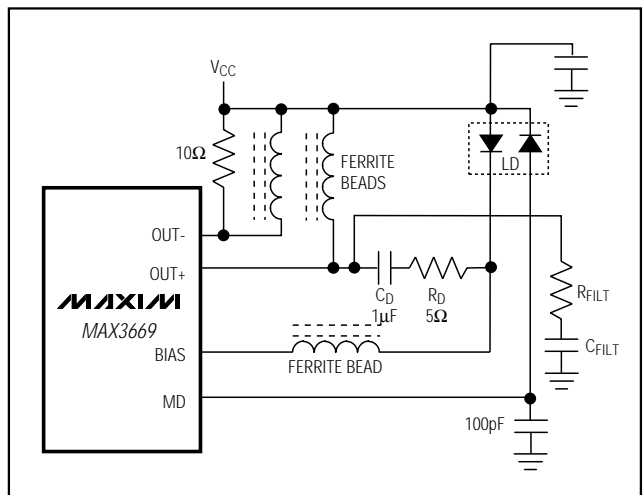

図5. 最大変調電流のための出力終端
3.3Vにおいて50mAを超える変調電流を駆動するには、外付プルアップインダクタ(図5)を使用して、変調出力に V_{CC} のDCバイアスをかけて下さい。この構成にするとレーザの順方向電圧を出力回路からアイソレートし、 $OUT+$ における出力を電源電圧 V_{CC} の上下にスイングできるようになります。